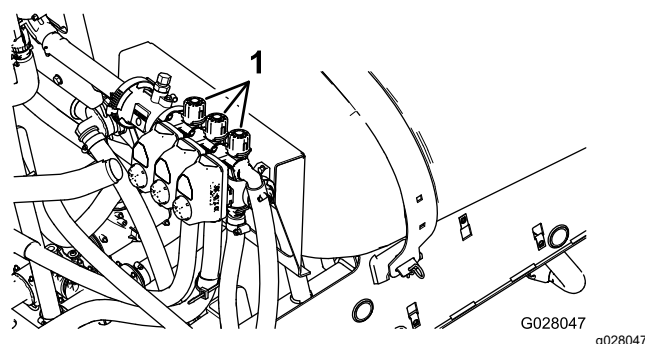

Figura 20
2. Desactive la sección izquierda y ajuste el mando de desvío de la sección (Figura 20) hasta que la presión marcada coincida con el valor previamente ajustado (típicamente 2,75 bar).
4. Ajuste el mando de desvío de la sección derecha (Figura 20) hasta que la presión marcada coincida con el valor previamente ajustado (típicamente 2,75 bar).
6. Ajuste el mando de desvío de la sección central (Figura 20) hasta que la presión marcada coincida con el valor previamente ajustado (típicamente 2,75 bar).